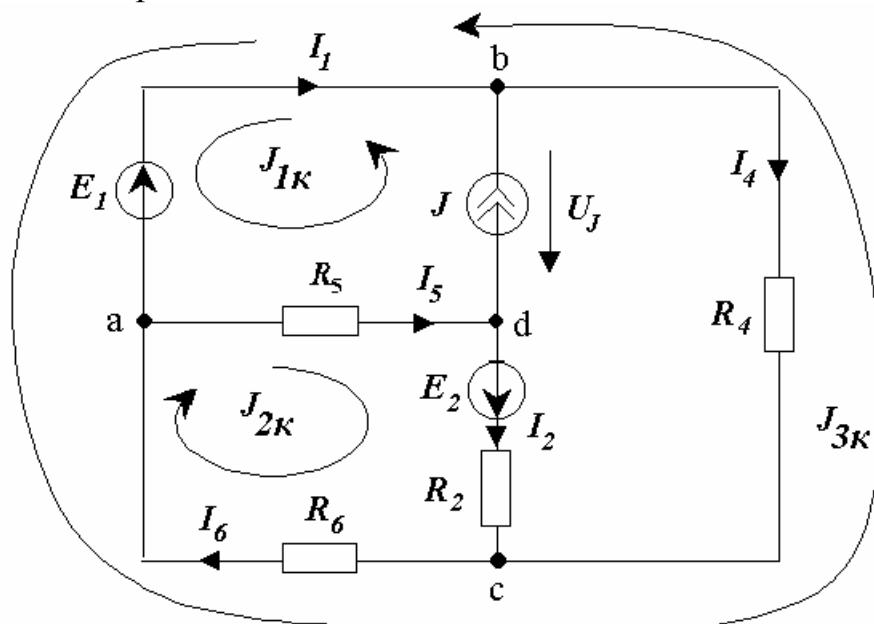

Рис. 4. Расчётная схема
3. Выбираем положительные направления токов. В ветвях, содержащих ЭДС – по направлению ЭДС, в остальных ветвях – произвольно. Расчетная трехконтурная схема электрической цепи с указанными направлениями токов в ветвях, напряжения на источнике тока и контурных токов приведена на рис. 4.
Выбираем независимые контуры. В рассматриваемой схеме их три (рис. 4). При этом, поскольку ветвь **bd** содержит идеальный источник тока, эта ветвь может входить только в один контур. Ток этого контура равен току источника:  $J_{1к} = J = 2$  А. Для остальных контурных токов составляем уравнения: